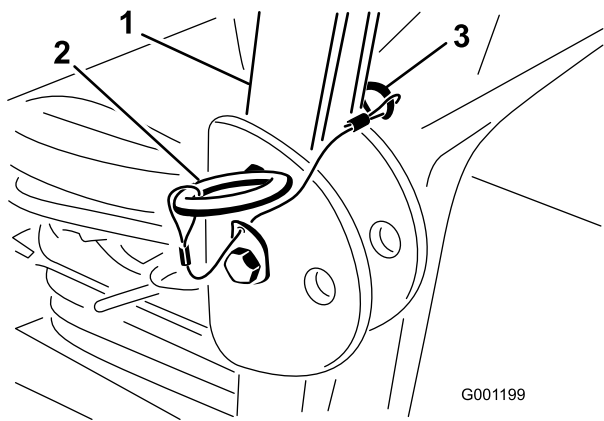

Рисунок 14
1. Установите защитную дугу в поднятое положение, а затем удалите игольчатые шпильки и два штифта (Рисунок 14).